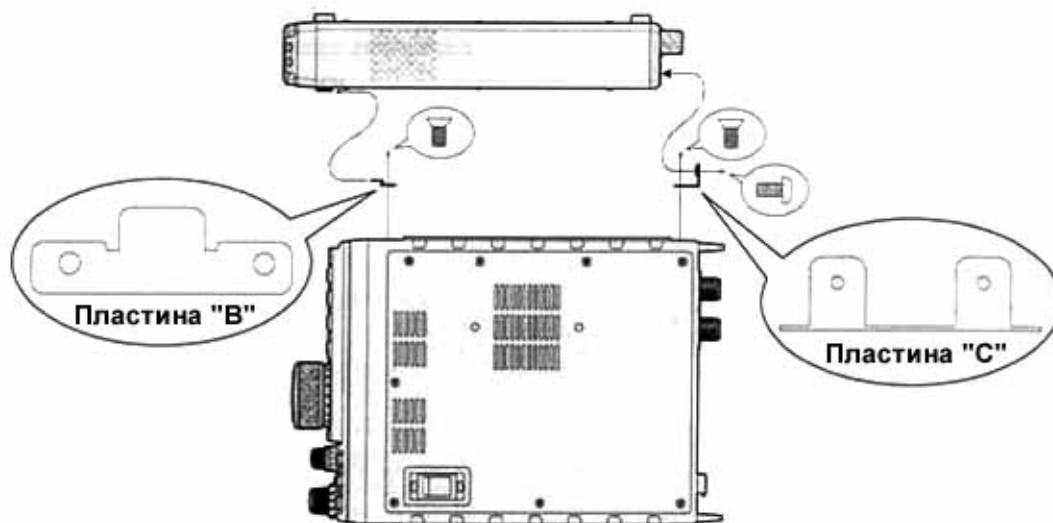

Рисунок 3
- (3) Удалите четыре резиновые ножки с боковой панели трансивера, разместите пластины крепления "В" и "С" таким образом, чтобы их отверстия совпали с имеющимися на FT-897 и закрепите прилагающимися винтами (рисунок3).
- (4) Для установки FC-30 разместите FC-30 таким образом, чтобы пластина крепления "А" совпала с пластиной крепления "В" на FT-897, затем прикрутите пластину "С" (FT-897) к FC-30 с помощью прилагающегося крепежа.